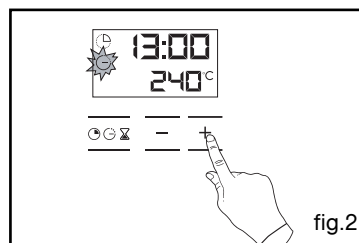

fig.2
Exemple : position  (fig.2).
L'affichage clignote à 0h00 pour indiquer que le réglage est alors possible (fig.2).
Exemple : fin de cuisson à 13h (fig.2).
- Ajustez le temps choisi en appuyant sur les touches + ou - (fig.2).